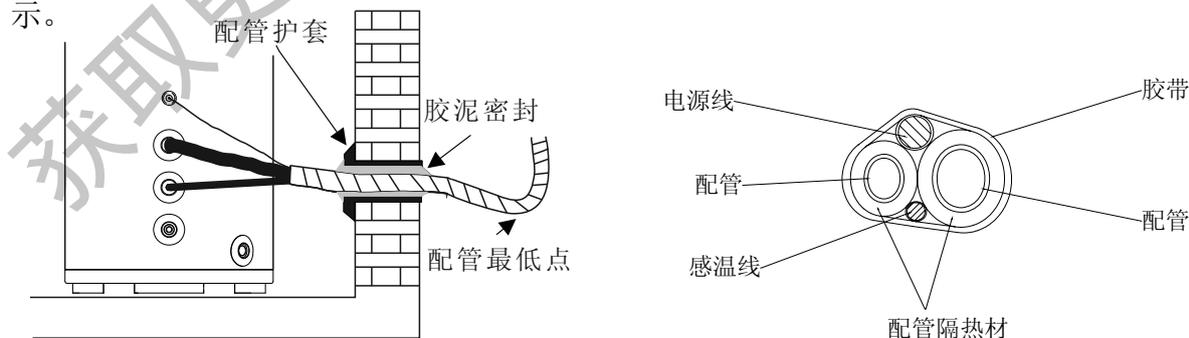

图13 配管的安装
- 5) 为防止雨水倒流进入室内，或其它异物进入室内，确保配管弯曲后的最低点低于墙孔，安装完成后，将连接管路理直，紧贴墙面固定，管道出墙孔多余空隙用胶泥密封整平。如图13所示。